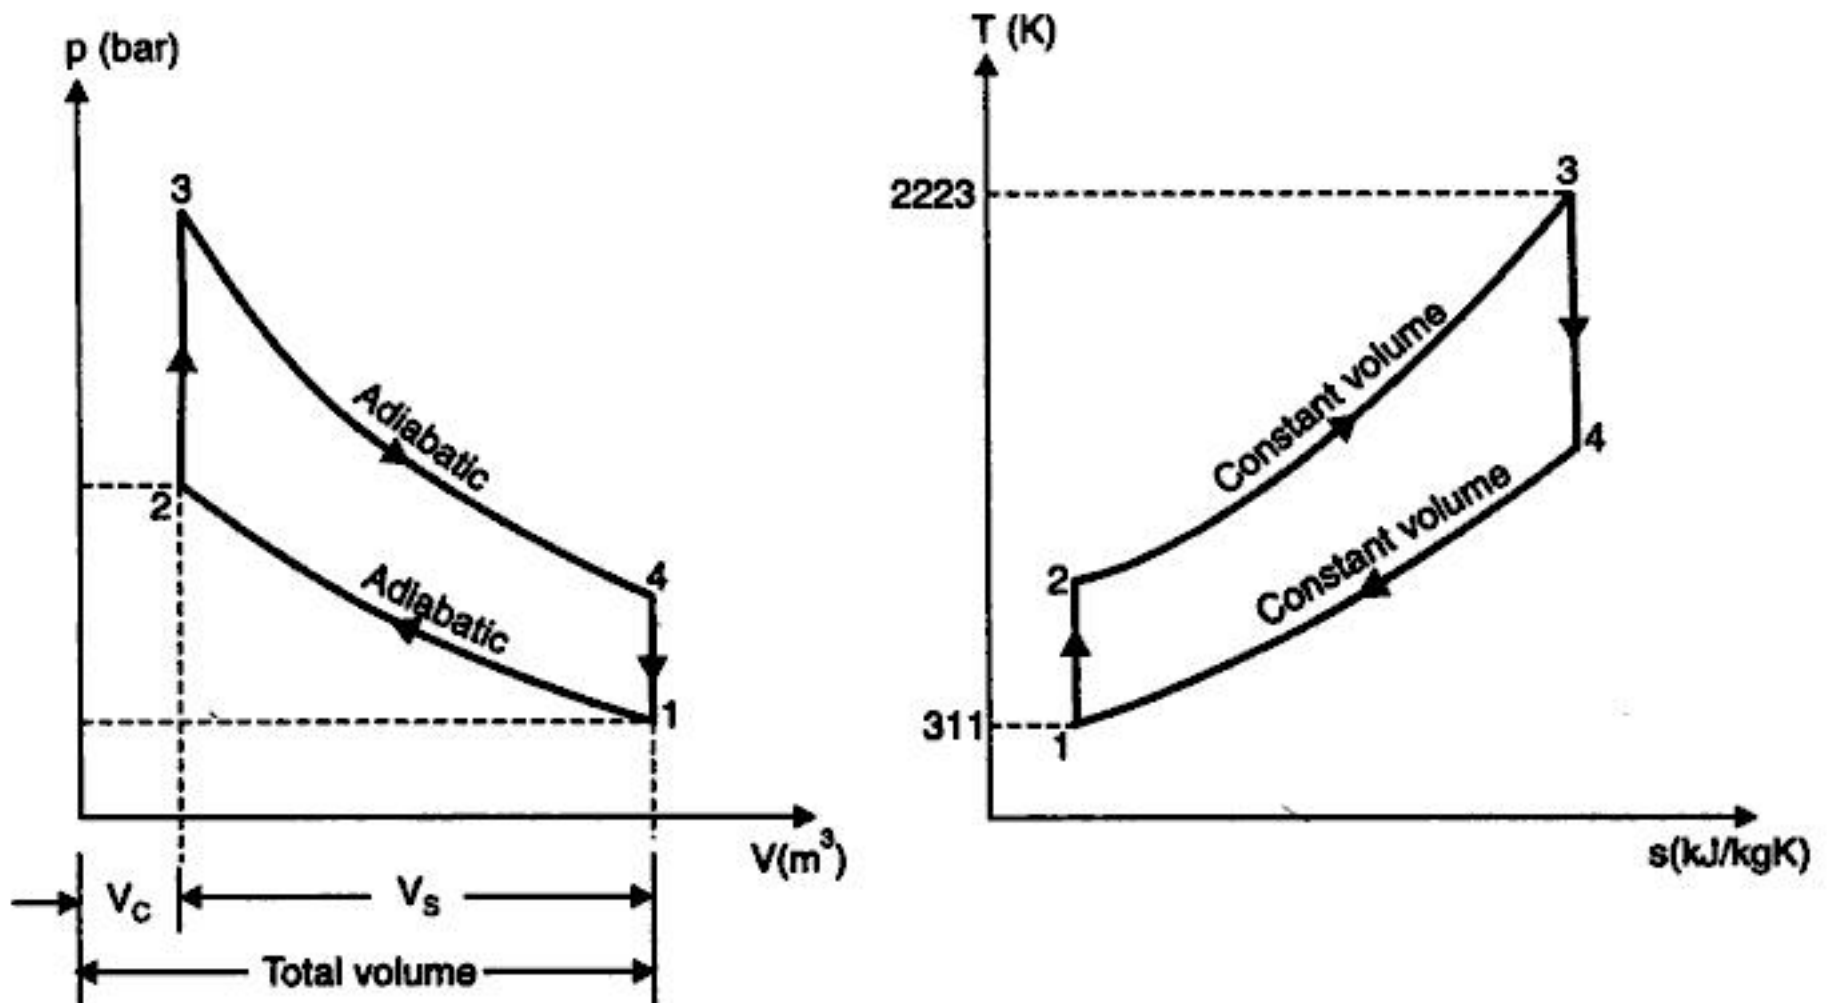

Fig. 3.11
**Solution.** Refer Fig. 3.11.